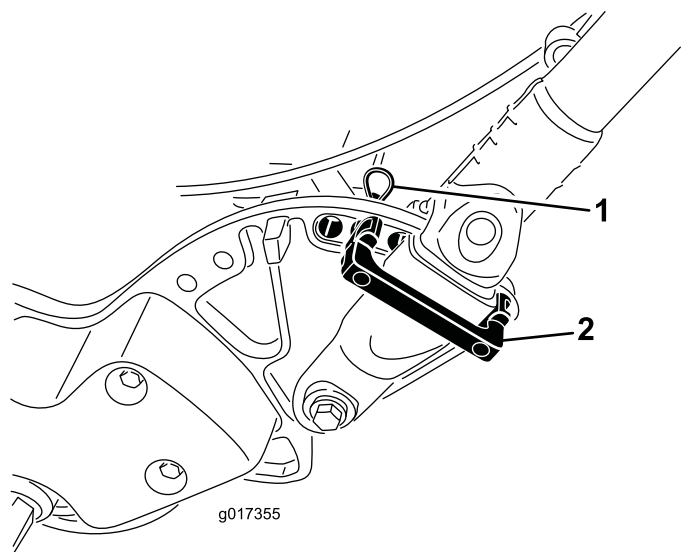

图32
1. 从机器两侧的手柄卡环上卸下发卡销 (图32)。
2. 当撑住手柄时取下两侧的发卡销然后将手柄旋转到所需的操作位置 (图32)。